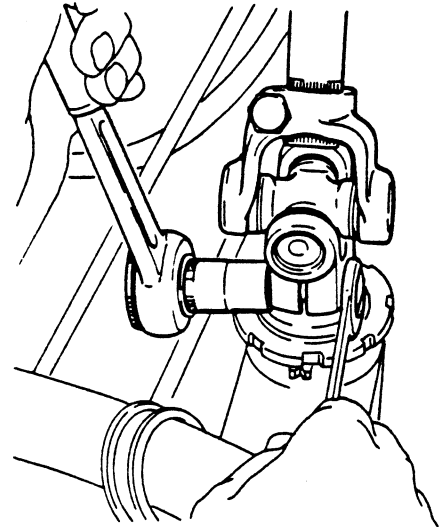

Fig. 1
- Draai de klembout los die de kruiskoppeling vasklemt op de ingaande as van het stuurhuis en verwijder deze (Fig. 1).